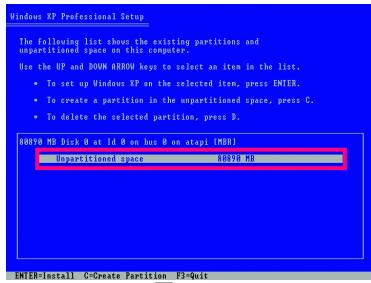
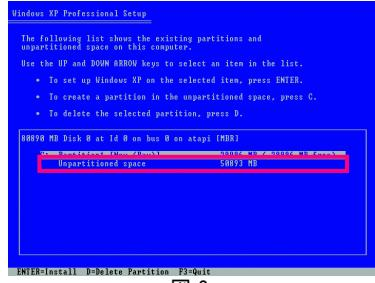

図 1
図 2
2. ハードドライブを分割しているとき(図 1)、Xpress Recovery2 用に割り当てられていないスペースを残しておいてください(10 GB 以上を推奨します)。実際のサイズ要件は、データ量によって異なります)(図 2)。